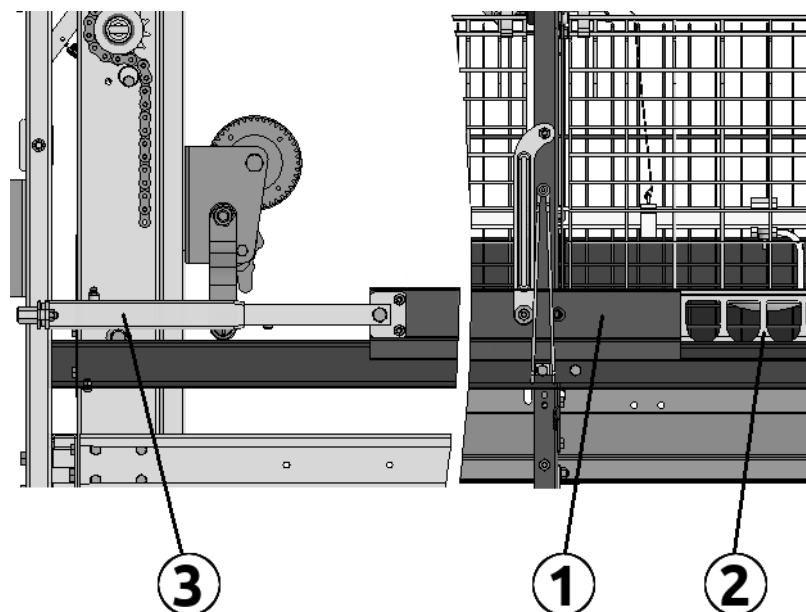

Рисунок 3.12
Над кормовыми лотками смонтирована регулировочная планка (рис. 3.12). Регулировочная планка (1) устанавливается на таком расстоянии от кормового лотка (зазоре), при котором цыплятам в раннем возрасте удобно доставать корм через перфорированную рейку (2) и, при этом, нет возможности выбраться из клетки. Для первых суток обычно устанавливается зазор 16-18 мм. По мере роста птицы, зазор увеличивается при помощи подъемника (3).